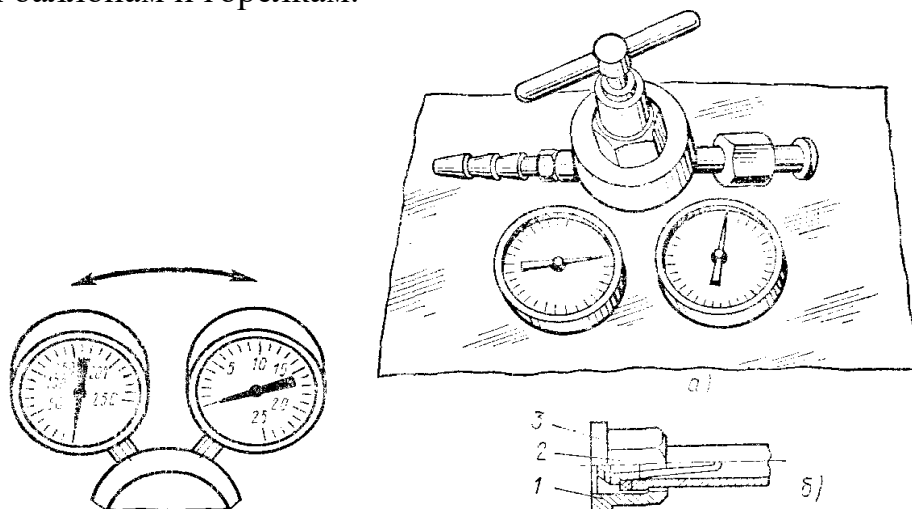

Рис. 2 Рис. 3 Кислородный редуктор
1. Проверить наличие и исправность манометров. Стрелки должны находиться на нулевых делениях и не смещаться при поворачивании редуктора (рис. 2).